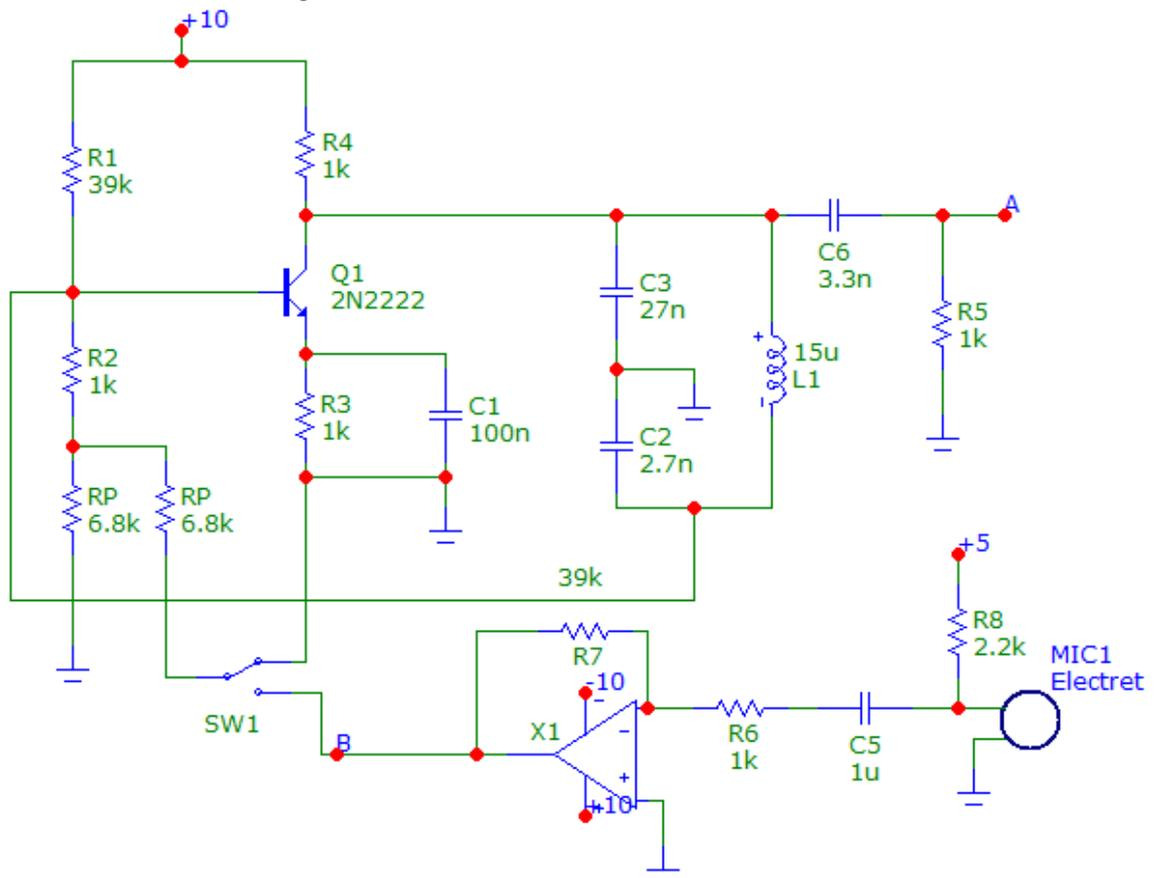

Figura 5.1. Transmisor de AM.
1. Arme el circuito de la figura 5.1, alimentelo con  $\pm 10$  V.